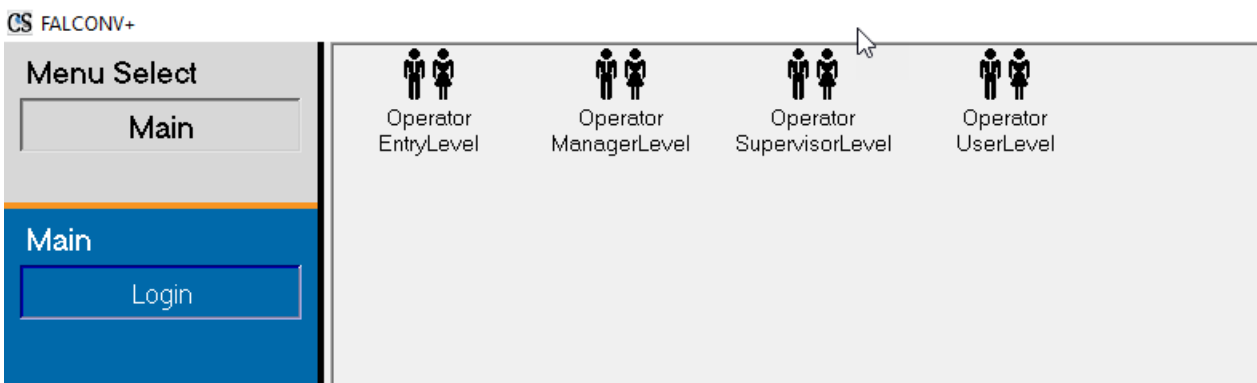

図 3-2 : CertainScan メインログイン
5. オペレータがログインするための CertainScan メイン画面が表示されます (図 3-2)。